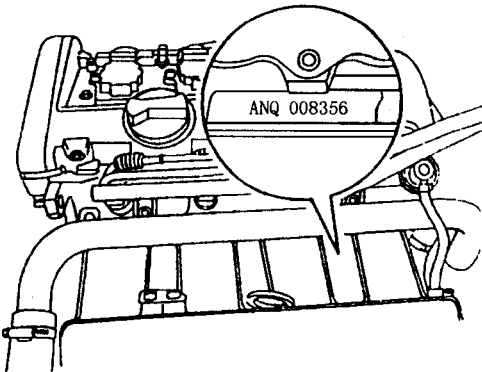

图 2-1 发动机代码和序列号位置 (1.8L)
(1) 奥迪 1.8L 发动机号 (由代码及序列号组成) 标在缸体左侧, 见图 2-1。另外, 在发动机气缸盖罩上有一个不干胶标签, 上面也有发动机号。汽车数据牌上, 也有发动机代码。发动机吊耳上也打有发动机代码 (拆下发动机气缸盖罩后可看见)。